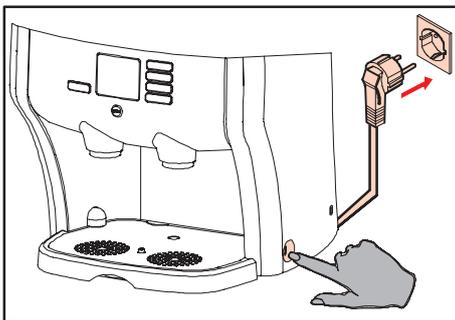

Fig. 4 Prise + interrupteur
2. Appuyez sur l'interrupteur (fig. 4).
1. Appuyez sur l'interrupteur (fig. 4).